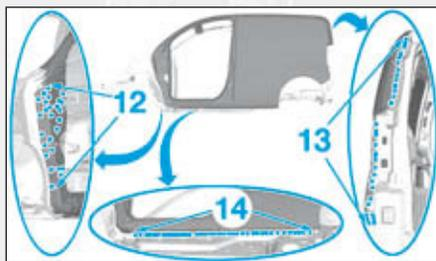

FIG. 184
- par points bouchons MAG en (12), (13) et (14), puis meuler les points de soudure (Fig.184),